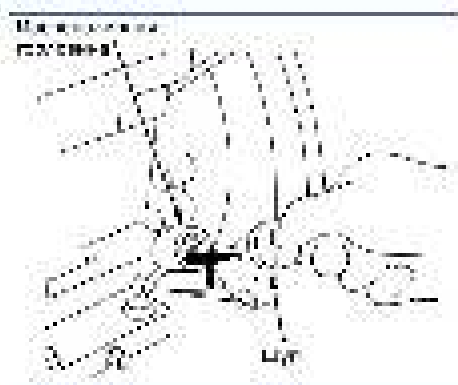

Рис. 10
- Выкрутите крышку-щуп маслозаливной горловины, извлеките щуп и протрите его сухой тканью (рис. 10).